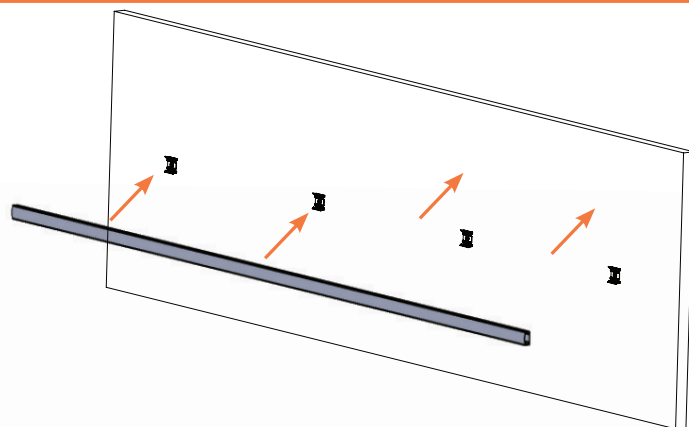
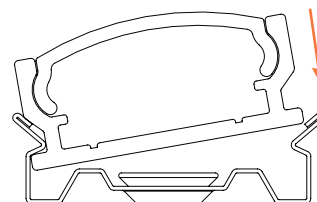
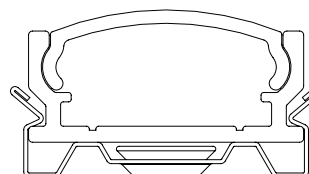
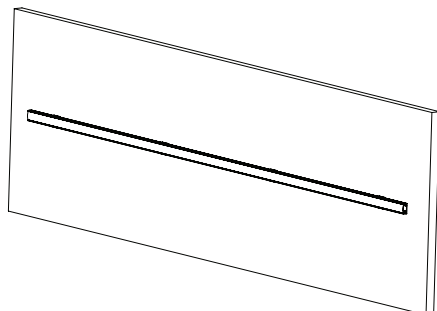

Figura 5a
Figura 5b
Figura 5c
Figura 5d
4. Alinee y fije la extrusión (Figura 5a). Coloque la extrusión de modo que su borde inferior esté alineado con los rebordes inferiores de los clips montados (Figura 5b). Presione con cuidado la extrusión en los clips, trabajando a lo largo para garantizar que encaje firmemente en cada clip (Figura 5c). Compruebe que la extrusión esté asentada y bloqueada por completo en todos los clips (Figura 5d).